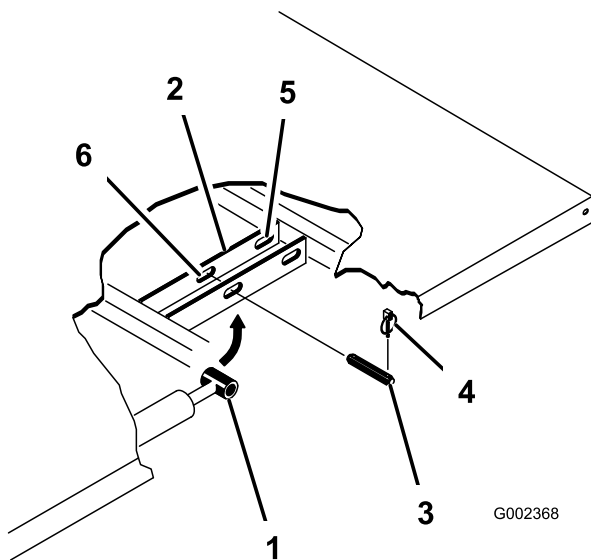

Bild 3
4. Nehmen Sie die Klappstecker von den äußeren Enden der Lastösenbolzen der Zylinderstange ab. (Bild 3) ab.